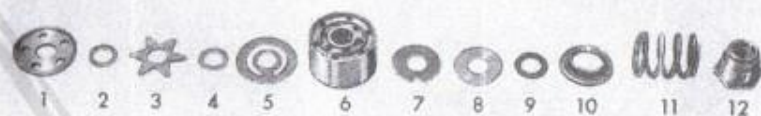

Fig. 175. - Particolari della valvola di rimbalzo di un ammortizzatore.
Lo stantuffo porta due corone concentriche di fori (6, fig. 175). La corona centrale è chiusa inferiormente dalla valvola di rimbalzo la quale si apre dall'alto verso il basso. La corona di fori esterna è chiusa superiormente dalla valvola di aspirazione la quale si apre dal basso verso l'alto.
- 2) Fissare l'ammortizzatore in posizione verticale capovolto, infilare sullo stelo i particolari nell'ordine illustrato in fig. 175, verificare che lo stantuffo scorra in modo uniforme nel cilindro e bloccare gradatamente il dado esagonale. Punzonare l'estremità dello stelo per impedire l'allentamento del dado.